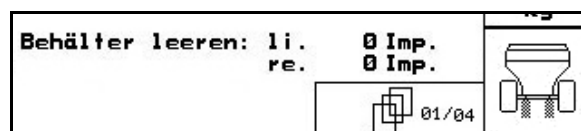

Рис. 19
- ZG-B Precis/Ultra Hydro:** (Рис. 19)